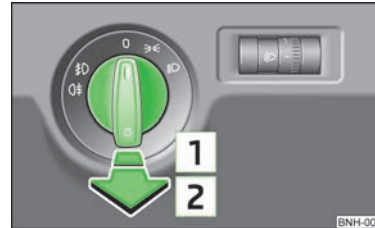

Abb. 19
- › Zunächst den Lichtschalter » Abb. 19 in Stellung » oder  drehen.
- › Zunächst den Lichtschalter » Abb. 19 auf Seite 35 in Stellung » oder  drehen.